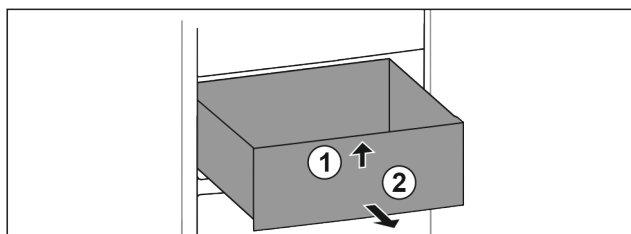

Fig. 15
- ▶ Unieść szufladę z przodu. Fig. 15 (1)
- ▶ Wyjąć szufladę do przodu. Fig. 15 (2)